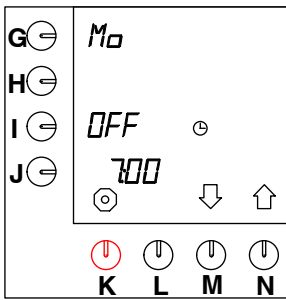

Fig. 32 Forhåndsvarming av beholder
- På displayet vises OFF ved siden av programmeringstasten (I.) (fig.32).